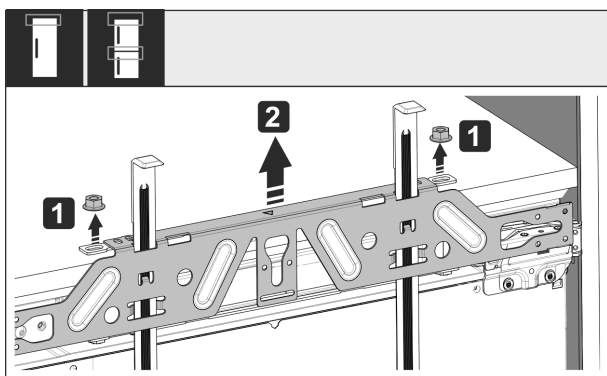

Fig. 53
- ▶ Povolte pojistné matice Fig. 53 (1).
- ▶ Sejměte upevňovací příčnick Fig. 53 (2).